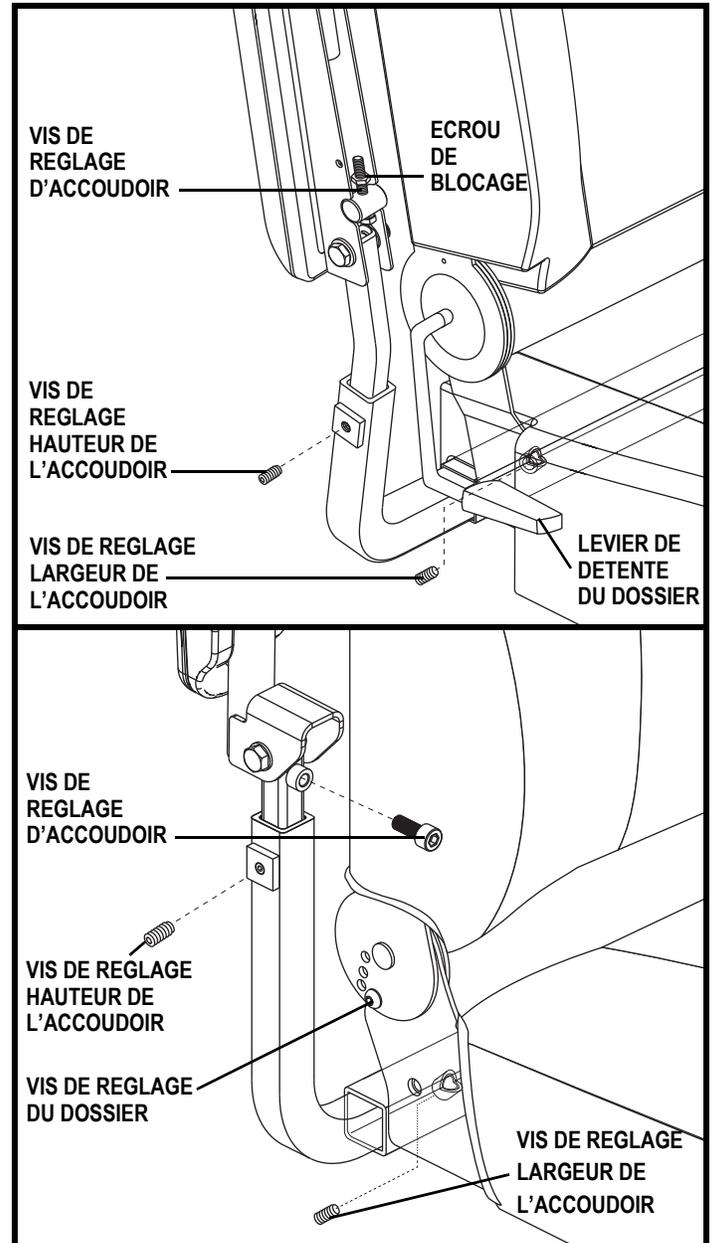

Figure 10. Réglages accoudoirs et dossier
Si votre fauteuil motorisé est équipé d'un siège à dossier inclinable, vous pouvez ajuster l'angle du dossier en utilisant soit de la quincaillerie ou le levier de dégagement du dossier. **Voir la figure 10.**
1. Repérez les vis de réglage largeur de l'accoudoir sur le dos de chaque support d'accoudoir. **Voir la figure 10.**
1. Desserrez la vis de réglage sur le support d'accoudoir. **Voir la figure 10.**